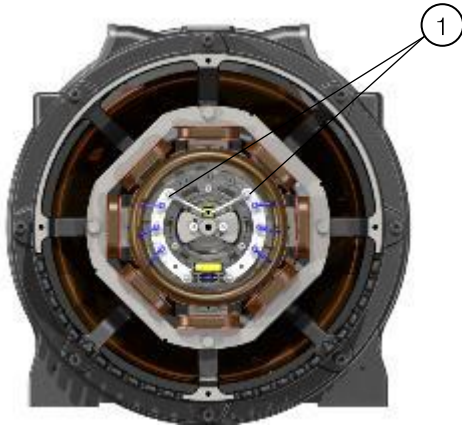

Figure 12.5 : Connexion des câbles d'alimentation du rotor principal
1. Retirer les câbles d'alimentation du rotor principal, connectés à la roue à diodes, conformément à la Figure 12.5.
Légende - Figure 12.5 :